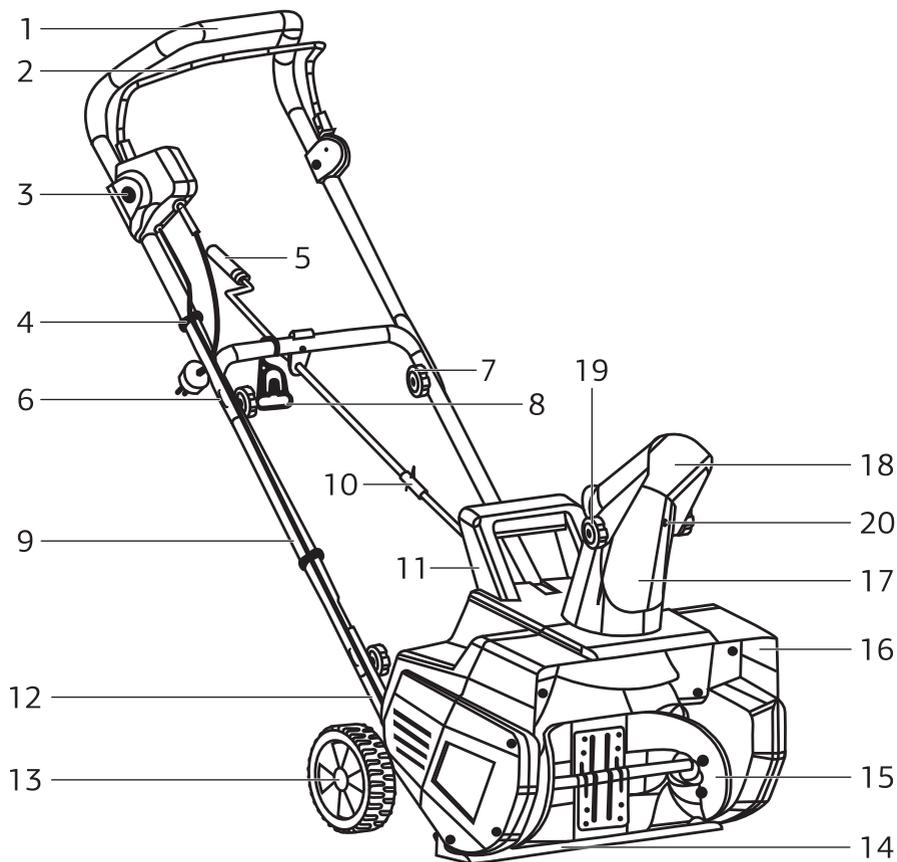

Рис. 1
- Установите фиксаторы шнура питания (4) на среднюю стойку (9) и верхнюю рукоятку (1). Закрепите шнур питания в фиксаторах, убедившись в достаточном провисании шнура (Рис.1).